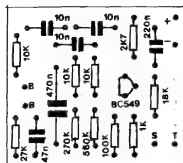

Fig. 3
- FIG. 3 - "CHAPEADO" DA MONTAGEM - O "outro" lado da placa" (face não cobreada), já com todas as peças posicionadas e identificadas, pelos seus códigos, valores, etc. Obser-